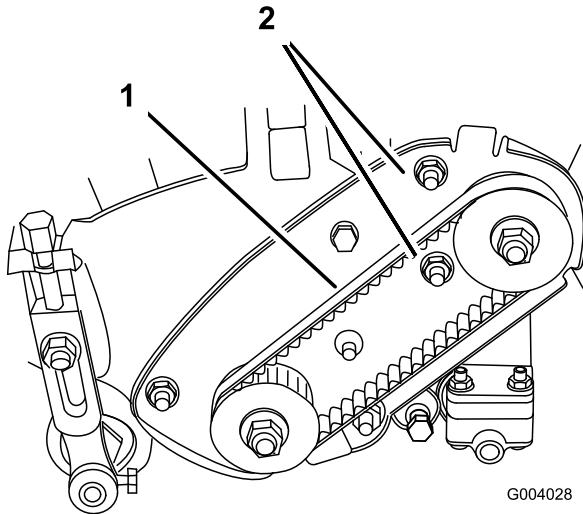

Bild 34
A. Lösen Sie die Befestigungsmuttern des Lagergehäuses (Bild 34).
C. Halten Sie die Einstellung des Drehmomentschlüssels und ziehen Sie das Lagergehäuse an den Befestigungsmuttern fest (Bild 34). Ziehen Sie den Riemen nicht zu stark an.